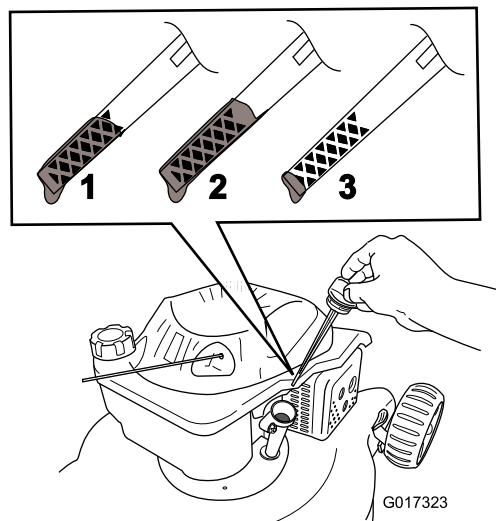

Figure 14
2. Retirez la jauge (Figure 14).
5. Ressortez la jauge et vérifiez le niveau d'huile; voir Figure 14.